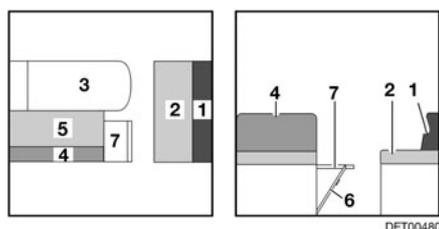

Fig. 120 Durante la transformación
- Plegar la prolongación del banco de asiento (Fig. 120,7) hacia arriba y colocar una cuña con la trampa.